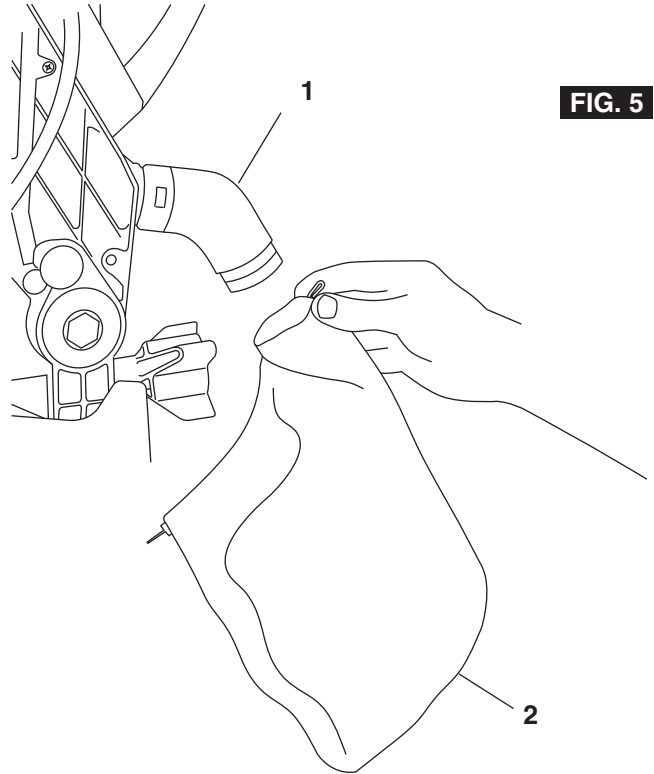

FIG. 5
1. With the miter arm locked in the down position, push the dust elbow **1** onto the dust nozzle over the tabs (Figure 5).
1. Le bras d'onglet étant bloqué en position descendue, poussez le coude de poussière **1** sur la buse à poussière par-dessus les languettes (Figure 5).